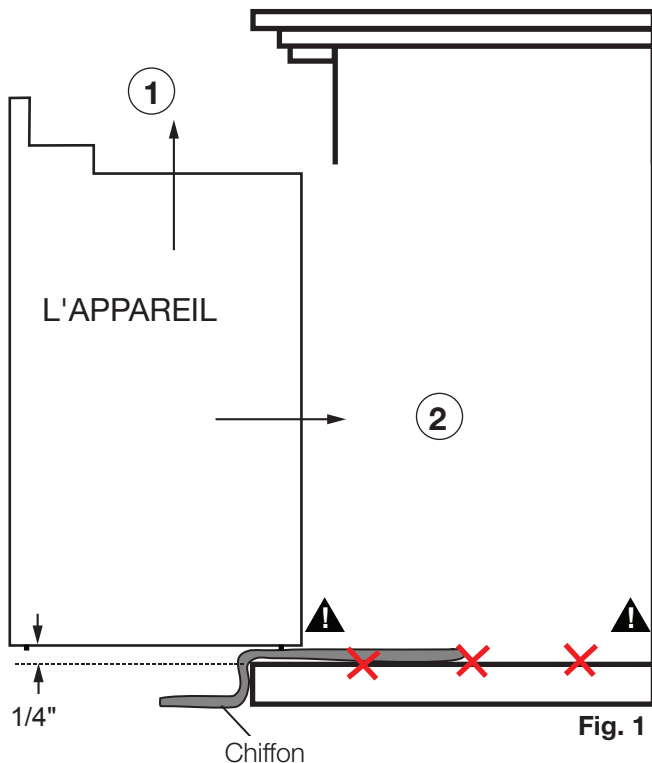

Fig. 1
- B. Demandez à deux personnes de soulever l'appareil et insérez dans l'ouverture, en laissant un espace de 1/4" (6,4 mm) entre l'appareil et la base du plancher. Ne poussez pas ou ne faites pas flisser le bas de l'appareil sur la base du sol (**Fig. 1**).